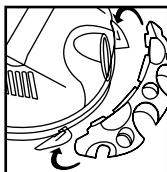

FIGURA 14
18. Con la parte posterior de la unidad mirando hacia usted, tome el porta-herramientas y colóquelo con las lengüetas mirando hacia la parte posterior de la unidad. **FIGURA 14.**